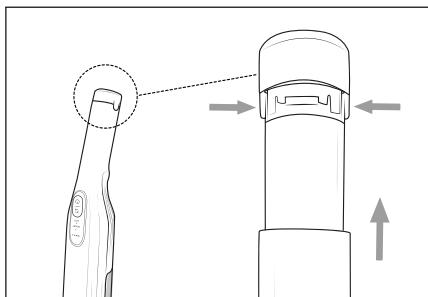

Fig. 10
- ◆ Pour retirer la batterie ❶ de l'appareil, maintenez les deux touches de déverrouillage de la batterie ❷ enfoncées et retirez la batterie ❶ de l'appareil (voir fig. 10).